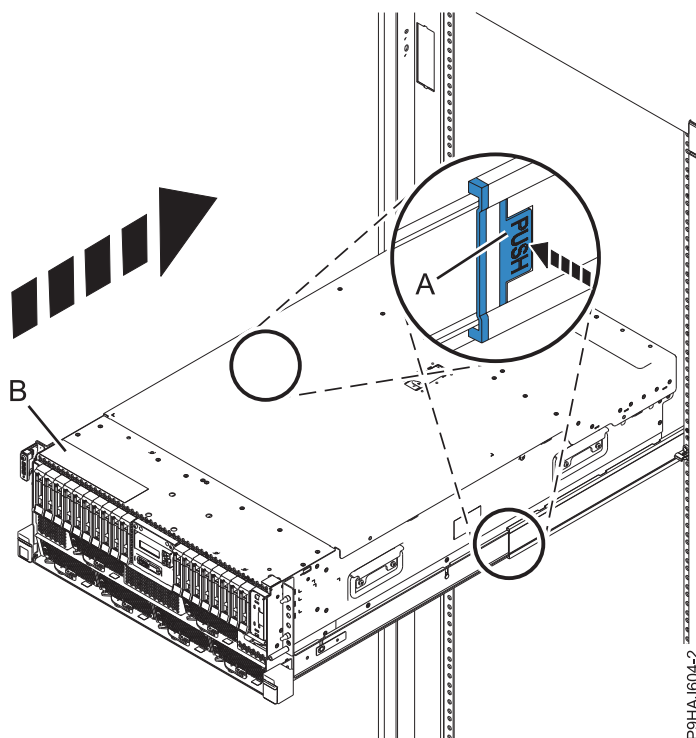

Figura 39. Col·locació del sistema en posició operativa
2. Per un sistema muntat en bastidor, desbloquegeu els pestells de seguretat de les guies de color blau (A), tal com es mostra a la Figura 39 a la pàgina 55, fent-hi pressió cap endins. Assegureu-vos que els braços portables es puguin moure lliurement. Assegureu-vos que els cables de la part posterior del sistema no quedin atrapats ni enganxats en el moment en què poseu la unitat del sistema en posició operativa.